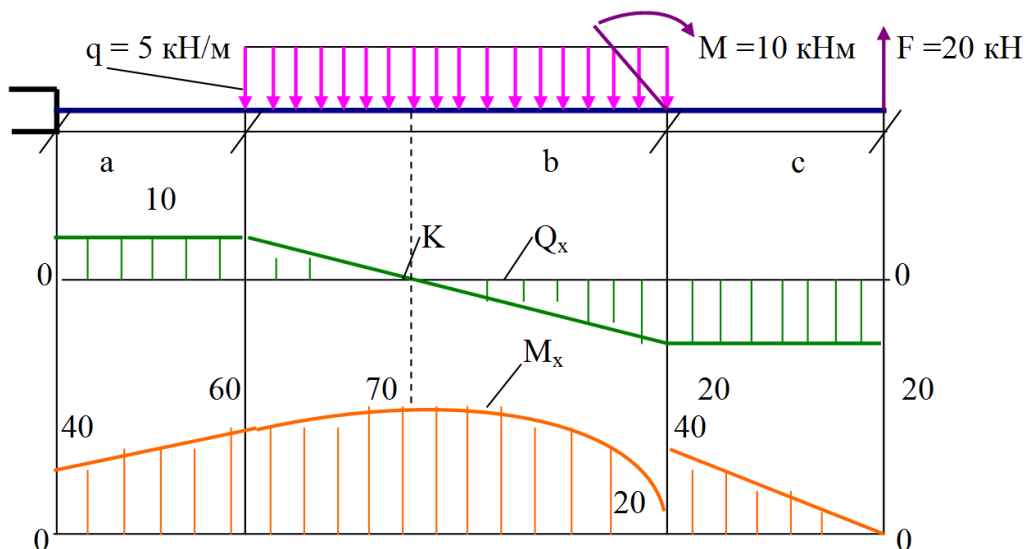

Рисунок 9 - Эпюры поперечных сил и изгибающих моментов
4. Исходя из эпюры M_x (рис.9, 10): определения экстремальных значений изгибающих моментов дополнительно определить моменты в сечениях, где эпюра поперечных сил проходит через нуль (сечение К).